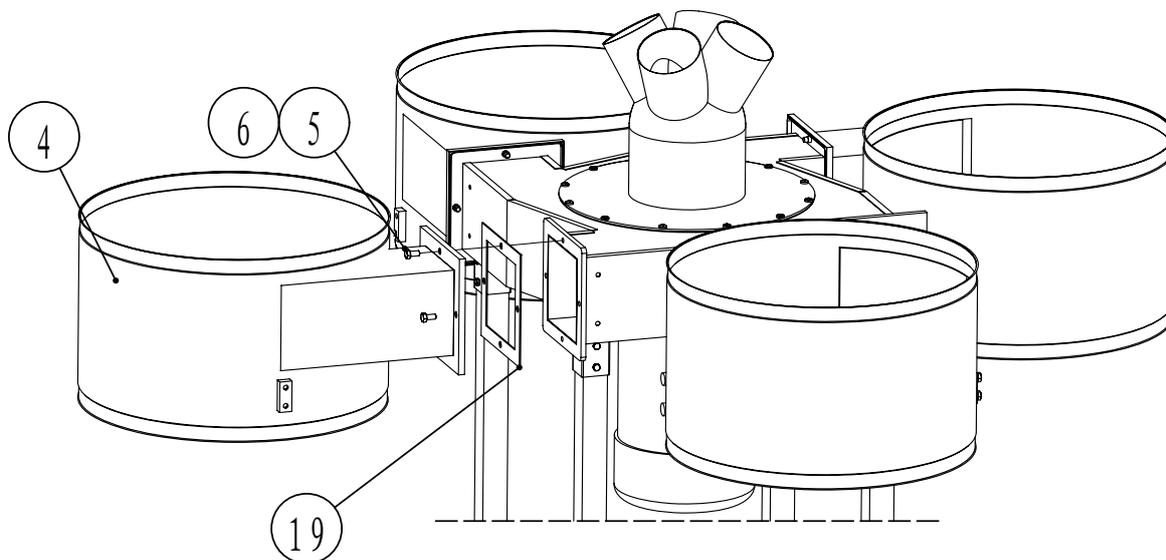

Fig. 3
3. Installez le collecteur (4) à l'aide du boulon hexagonal (5) et de la rondelle plate (6). Assurez-vous que le joint (19) est en bonne position entre le collecteur et le boîtier de la turbine. Voir la figure 3.